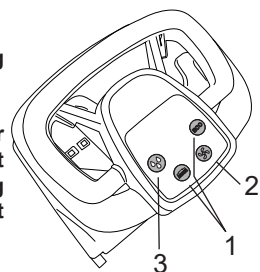

Fig.17
- Trykk på børstetasten eller ECo-tasten (fig 17 - ref. 1). I tillegg til børsten aktiveres oppsugingen og utførselen av vaskeløsning.
- Kontroller kvaliteten på vasken under arbeidet og reguler utførselen av vaskeløsning ved hjelp av tasten for vaskeløsning (fig. 17 ref. 3).
- Trykk på bryteren til børsteenheten (fig.17-ref.1).
- Slå av oppsugingen ved å trykke på oppsugingstasten (fig.17 - ref.2).